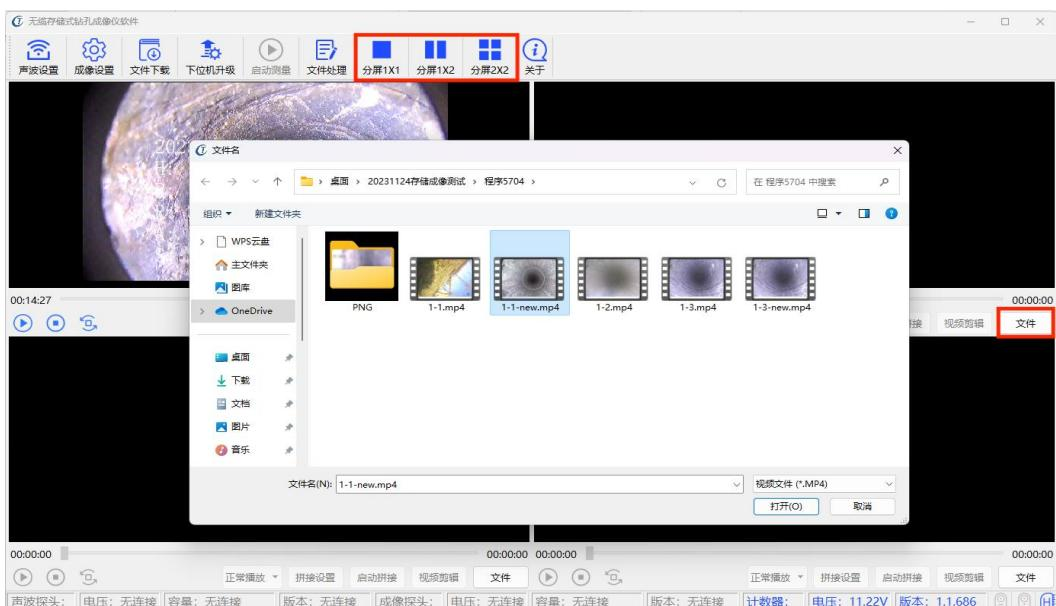

图2-29
a. 打开“无缆存储式钻孔成像仪软件”，点击界面右下角“文件”选择需要处理的视频文件。（当需处理数据较多时可把软件做分屏处理，4线程同步节省时间）如图2-29所示。